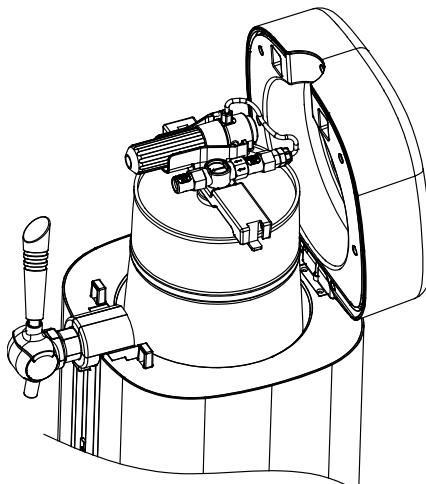
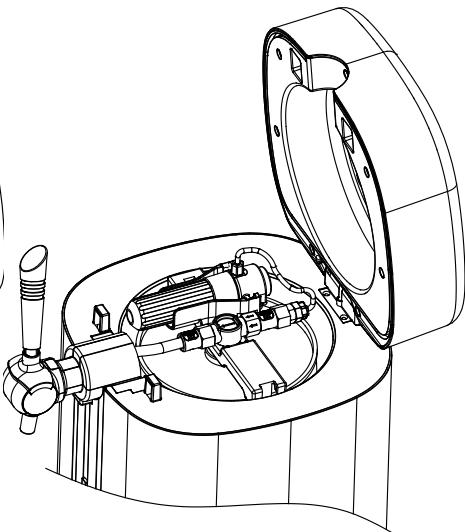

Figura 12
Figura 13
3. Pulse el botón de la parte superior de la tapa con una fuerza de 60-80 N (como se muestra en la Figura 2) para abrir la tapa superior de la máquina de cerveza y, a continuación, coloque el barril de cerveza equipado con el dispensador de vino en la cavidad de refrigeración de la máquina de cerveza (como se muestra en la Figura 12) y conecte el conector de salida de vino del grifo a la interfaz del dispensador de vino (como se muestra en la Figura 13).